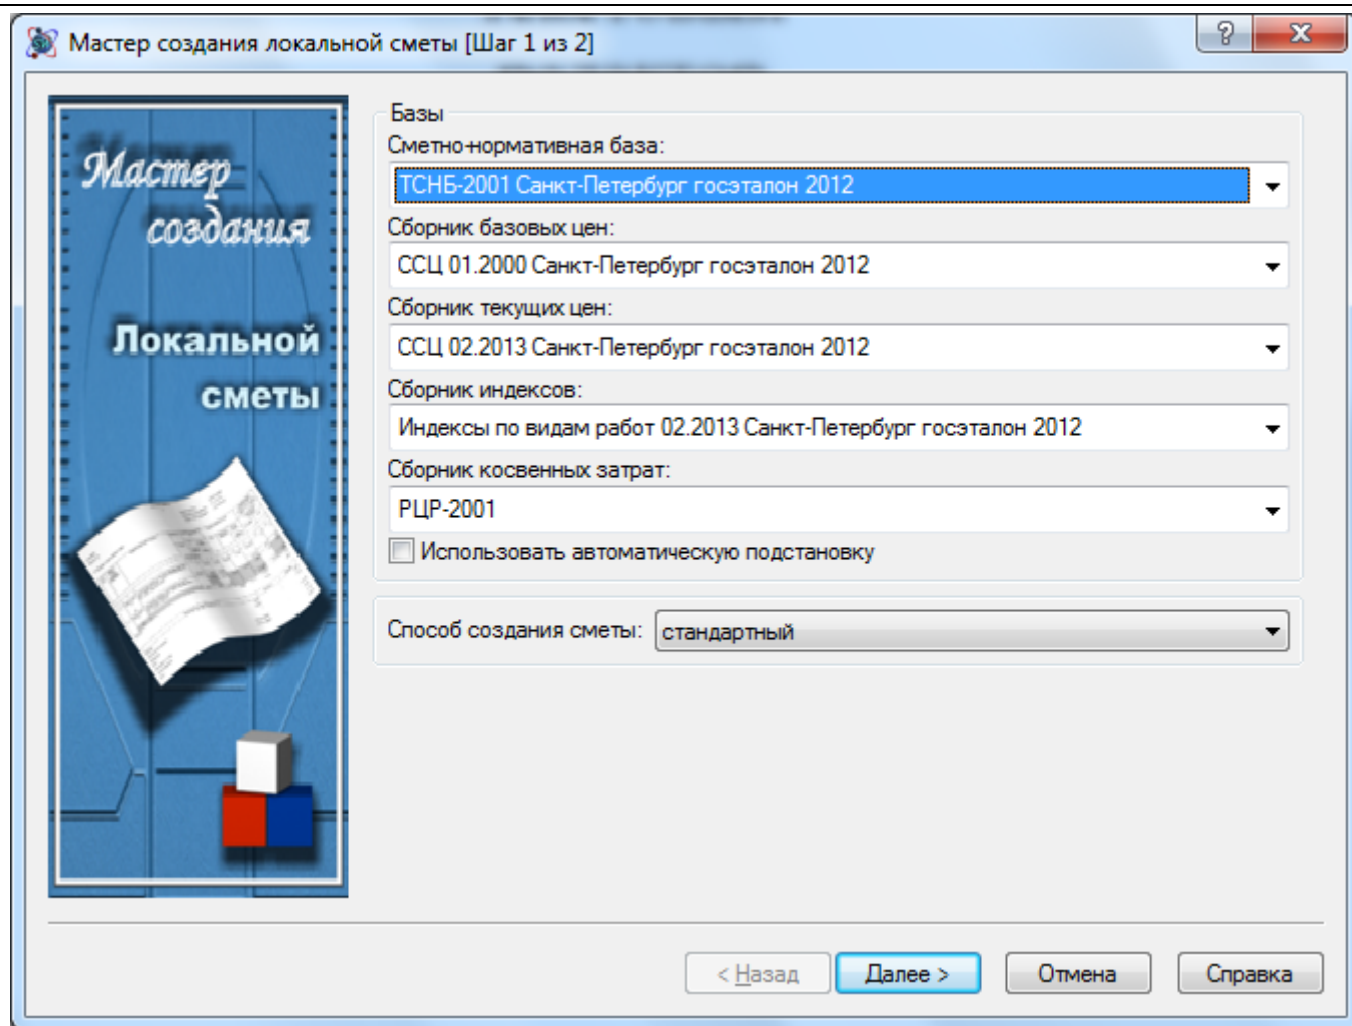

Рис. 3.3 Диалоговое окно Мастер создания локальной сметы (Шаг 1)
3. В открывшемся диалоговом окне *Мастер создания локальной сметы (Шаг 1)* (рис. 3.3) при помощи раскрывающихся списков выбрать нормативные базы, которые будут использоваться по умолчанию при составлении локальной сметы. Заполнение списков производится на основании подключенных к программному комплексу нормативных баз.